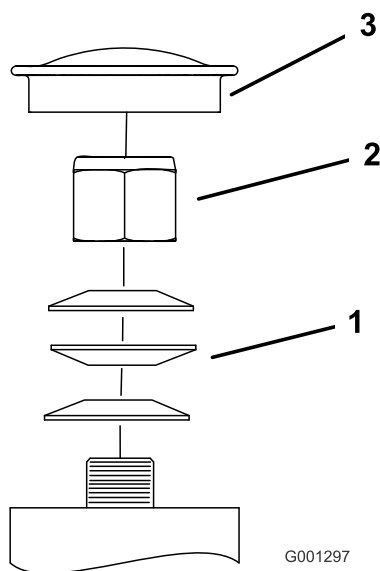

Bild 67
3. Entfernen Sie den Staubdeckel vom Laufrad und ziehen Sie die Sicherungsmutter an (Bild 67).
4. Ziehen Sie die Mutter so weit an, bis die Federscheiben flach sind. Drehen Sie dann 1/4 Drehung zurück, damit Sie die Vorlast korrekt auf die Lager verteilen können (Bild 67).
Wichtig: Achten Sie darauf, dass die Federscheiben richtig eingesetzt sind, siehe Bild 67.
5. Setzen Sie den Staubdeckel auf (Bild 67).